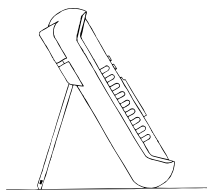

Рис. 6.1
1. Использовать откидную подставку для удобства считывания результатов измерения (рис. 6.1).